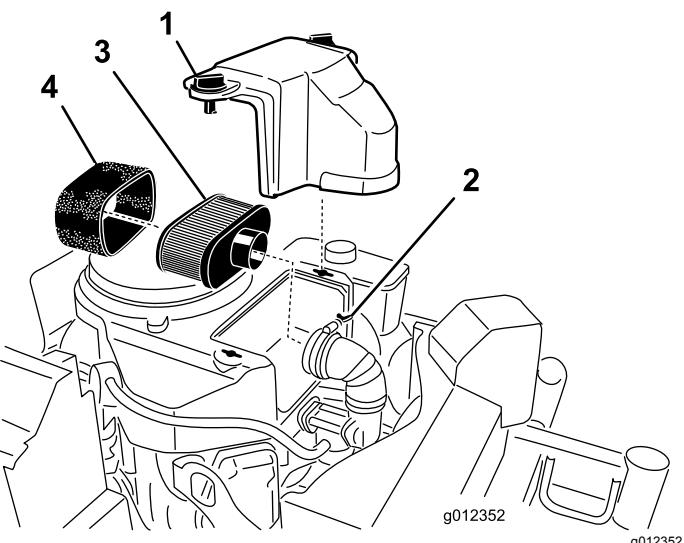

Bild 21
3. Reinigen Sie den Bereich um den Luftfilter herum, um zu verhindern, dass Schmutz in den Motor fällt und Schäden verursacht (Bild 21).
4. Schrauben Sie die Handräder der Abdeckung ab und entfernen Sie die Luftfilterabdeckung (Bild 21).
5. Schrauben Sie die Schlauchklemme los und entfernen Sie den Luftfilter (Bild 21).
6. Ziehen Sie den Schaumstoffeinsatz vorsichtig vom Papiereinsatz (Bild 21).
1. Reinigen Sie nicht den Papierfilter. Wechseln Sie ihn aus (Bild 21).
1. Schieben Sie den Schaumstoffeinsatz vorsichtig auf den Papierluftfiltereinsatz (Bild 21).
2. Schieben Sie den Luftfilter auf das Luftfilterunterteil und befestigen Sie ihn mit den zwei Flügelmuttern (Bild 21).
- Setzen Sie die Abdeckung des Luftfilters auf und ziehen Sie das Handrad der Abdeckung fest (Bild 21).